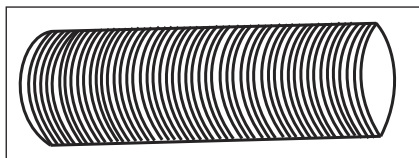

Fig. 3
1. Ta ut slangen ur förpackningen. (Fig.3).